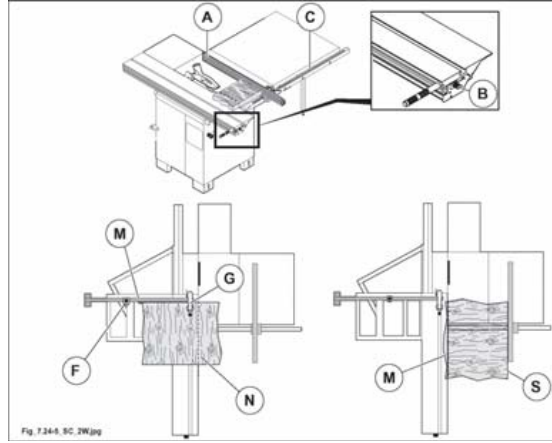

Fig. 7.24-5
Nell'esecuzione di tagli paralleli usare la guida (A fig. 7.24-5). Per il suo posizionamento e regolazioni seguire le istruzioni riportate nel Par. 7.14 o Par. 7.15.
Posizionare il carro vagnone come in (fig. 7.24-5) e bloccarlo tramite il pomello (B fig. 7.24-5). Nel posizionamento del pezzo contro la guida (A fig. 7.24-5) l'operatore fa riferimento alla scala millimetrata (C fig. 7.24-5).
- Eseguire il taglio di rifilo (S fig. 7.24-5) come descritto precedentemente (primo taglio).
- Appoggiare la parte lavorata (S fig. 7.24-5) contro la riga in alluminio per tagli paralleli (posizionata alla misura voluta) ed effettuare il taglio parallelo (M fig. 7.24-5).
- Ruotare il pannello di 90° appoggiando la parte rifilata (M fig. 7.24-5) contro la riga come in fig. 7.24-5.
- Bloccare il pannello con il pressatore (G fig. 7.24-5) ed eseguire il terzo taglio (N fig. 7.24-5).
- Ruotare il pannello di 180° portando il lato (N fig. 7.24-5) contro la battuta (F fig. 7.24-5) già posizionata alla misura desiderata.
- Dopo avere bloccato il pannello con il pressatore (G fig. 7.24-5) eseguire l'ultimo taglio.